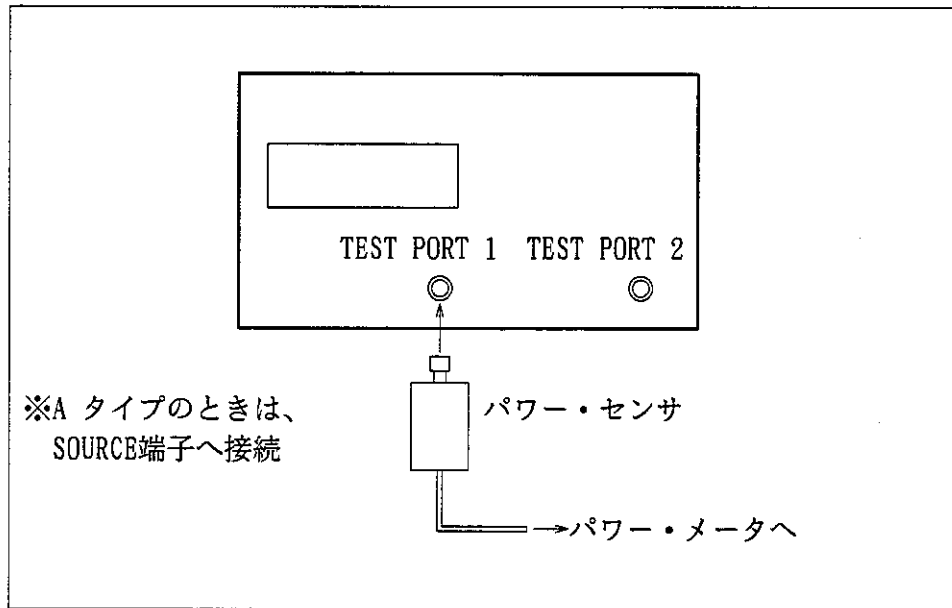

図7-3 出力レベル・リニアリティ
- 3 次ページの図7-3 のようにパワー・センサを出力端子に接続して下さい。